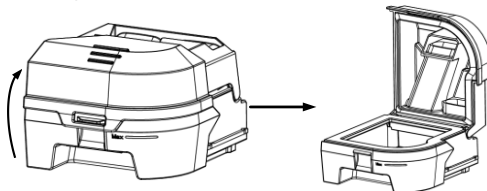

Fig. 13-6
- (1) **Retire la cámara de agua** de acuerdo a las instrucciones descritas en 13.1.1.
- (2) **Vaciar la cámara de agua:** Abra la tapa que se muestra en la Fig. 13-6, tal y como se muestra abajo, y tire el agua restante fuera de la cámara.